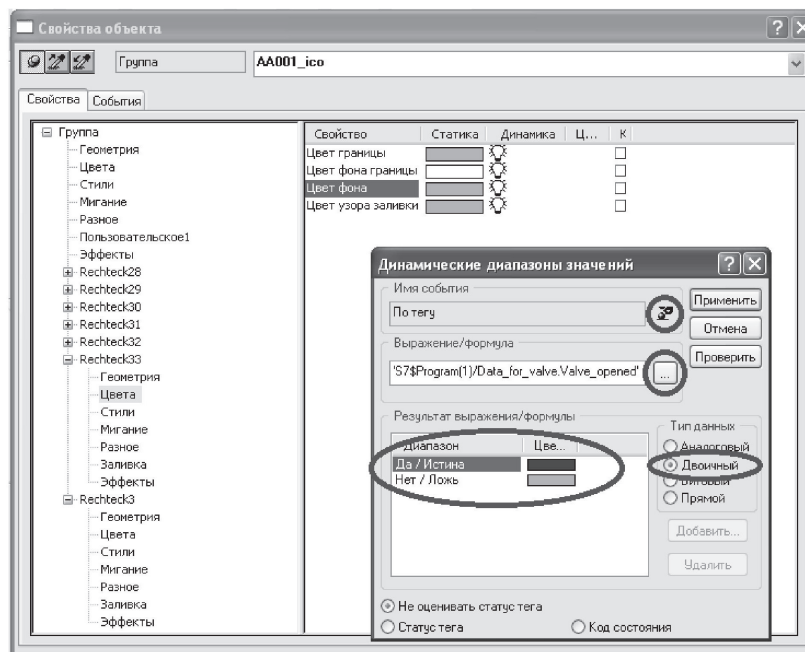

Рис. 3.23. Подключения концевика «Открыто»
15. Здесь мы рассмотрели создание выпадающих окон для выработки управляющих воздействий. Для того чтобы отображать конечные положения клапана (*Открыто*, *Закрыто*), можно также создать элементы отображения в выпадающем окне, но лучше ввести цветовую идентификацию, когда графическое изображение задвижки меняет свой цвет в зависимости от сигнала. Для этого привяжем свойство *Цвет фона* прямоугольников, расположенных над клапаном, к значениям конечных выключателей клапана. При наличии сигнала концевого *Закрыто* правый красный прямоугольник должен становиться зеленым. А при наличии сигнала концевого *Открыто* левый зеленый прямоугольник должен становиться красным (рис. 3.23 и 3.24).